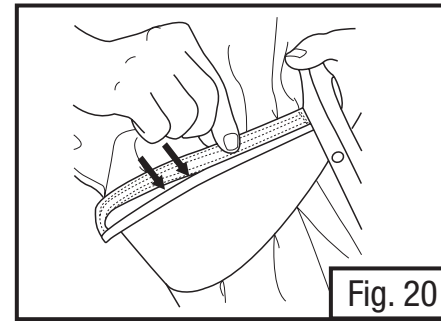

Fig. 20
- Agarre com firmeza a vedação preta e alinhe que a extremidade da ranhura no topo do visor. Começando por um dos lados, pressione a vedação com firmeza na ranhura em pequenas áreas. As duas nervuras da vedação devem ser completamente inseridas na ranhura (Fig. 20).
- Para instalar a proteção do equipamento para a cabeça, agarre com firmeza a vedação preta e alinhe com a extremidade da ranhura no topo do visor. Pressione a vedação com firmeza na ranhura em pequenas áreas. As duas nervuras da vedação devem estar firmemente inseridas na ranhura (Fig. 20).
- Com o visor na posição aberta, segure a vedação preta da proteção do equipamento para cabeça e alinhe com a extremidade da ranhura no topo do visor. Pressione a vedação com firmeza na ranhura em pequenas áreas. As duas nervuras da vedação devem estar firmemente inseridas na ranhura (Fig. 20).